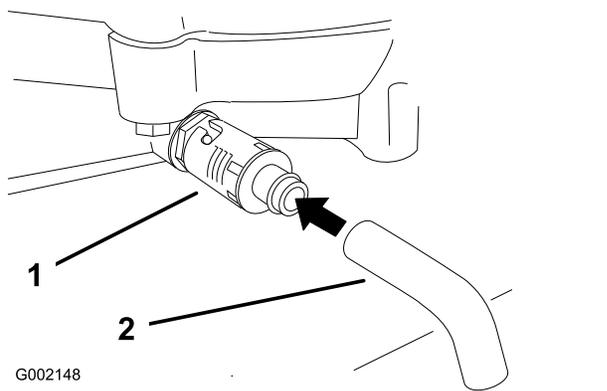

图21
4. 在放油孔下放置一个盘子。旋转机油排放阀让机油排出图21。